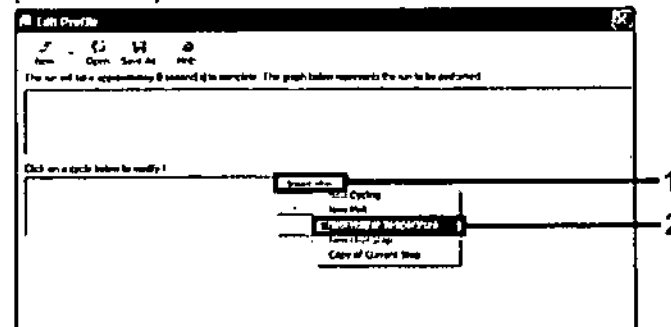

Ilustración 4. Paso de incubación inicial a 95 °C
Activación inicial de la enzima para Hot-Start	Ilustración 4
7. Haga clic en el botón "Insert after" (Insertar después) y seleccione **New Hold at Temperature** (Nueva fase de temperatura) (Ilustración 4).